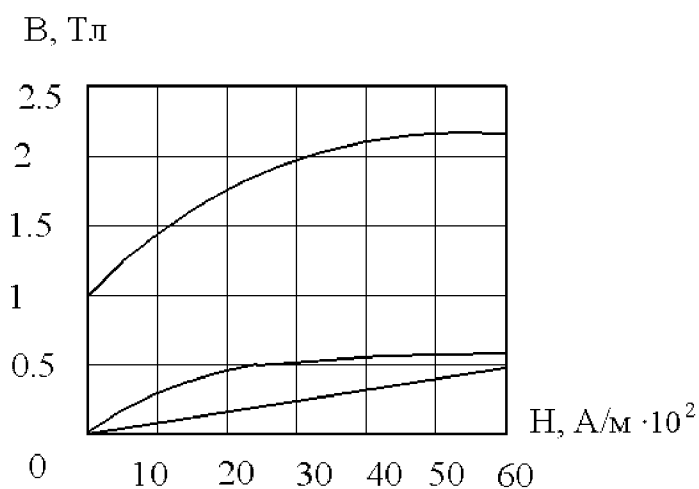

Рис. 2.4
2.4.5. Магнитный поток в магнитопроводе равен  $10^{-3}$  Вб при напряжённости магнитного поля 2000 А/м. Определить сечение магнитопроводов, выполненных из различных материалов, кривые намагничивания которых приведены на рис. 2.4.
2.4.7. Для трёх материалов при различных напряжённостях магнитного поля были найдены значения индукции  $B=f(H)$ , которые представлены на рис.2.4. Какие из данных материалов обладают ферромагнитными свойствами?